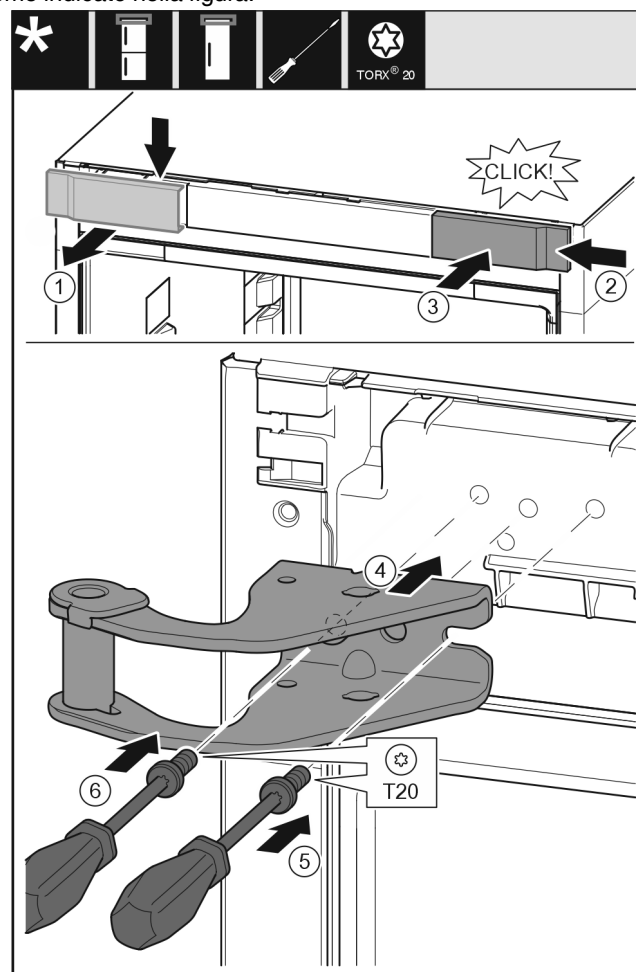

Fig. 19
- Rimuovere la copertura dall'alto in avanti. Fig. 19 (1)
- Ruotare la copertura di 180° e agganciarla sull'altro lato da destra. Fig. 19 (2)
- Innestare la copertura. Fig. 19 (3)
- Applicare il blocco di supporto superiore. Fig. 19 (4)
- Applicare la vite con il cacciavite T20 e serrare. Fig. 19 (5)
- Applicare la vite con il cacciavite T20 e serrare. Fig. 19 (6)